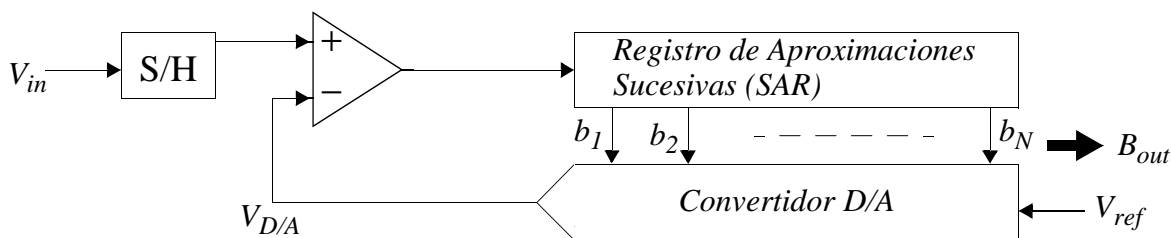

Figura 2: Convertidor A/D de aproximaciones sucesivas
3.7) Considere un convertidor A/D unipolar de 4 bits basado en un convertidor D/A usando aproximaciones sucesivas, tal y como se muestra en la Figura 2. Encuentre la secuencia de los niveles de salida del convertidor D/A para una señal de entrada de 3.333 voltios cuando $V_{ref} = 8V$. ¿Cual es la salida digital final?